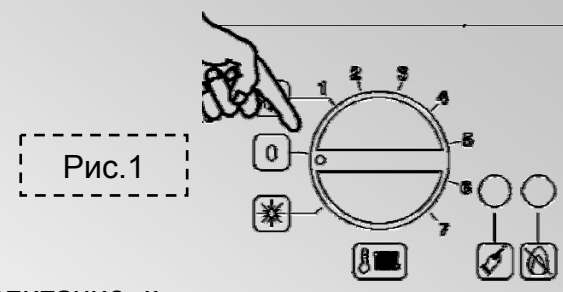

Рис.1
2. Для доступа в режим программирования необходимо подключить электропитание к котлу, установить ручку переключателя s/w (ручку регулировки температуры отопления) в положение «0» (Рис.1)
1. Установите ручку переключателя режимов в положение как указано на (Рис.1)